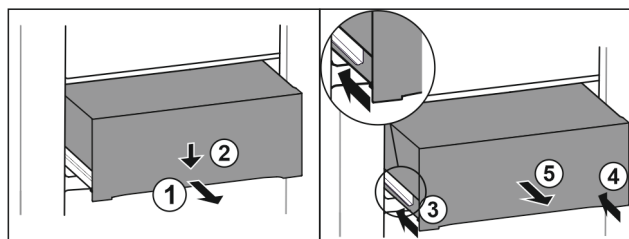

Fig. 157
- Изтеглете чекмеджето наполовина. Fig. 157 (1)
- Натиснете надолу чекмеджето от предната страна. Fig. 157 (2)
- Вкарайте лявата релса приблизително 2 cm навътре. Fig. 157 (3)
- Вкарайте дясната релса приблизително 2 cm навътре. Fig. 157 (4)
- Извадете чекмеджето напред. Fig. 157 (5)